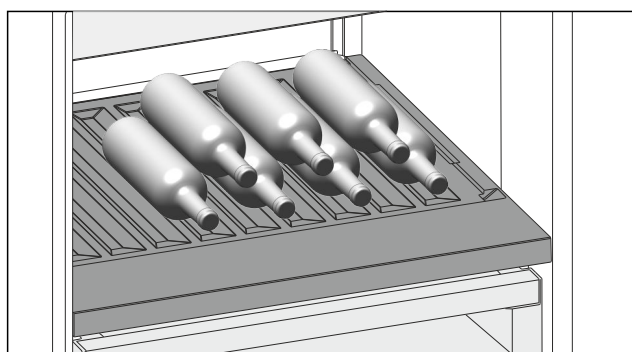

Fig. 110
- Помістіть пляшки дном у напрямку до задньої стінки. (див. Fig. 110)